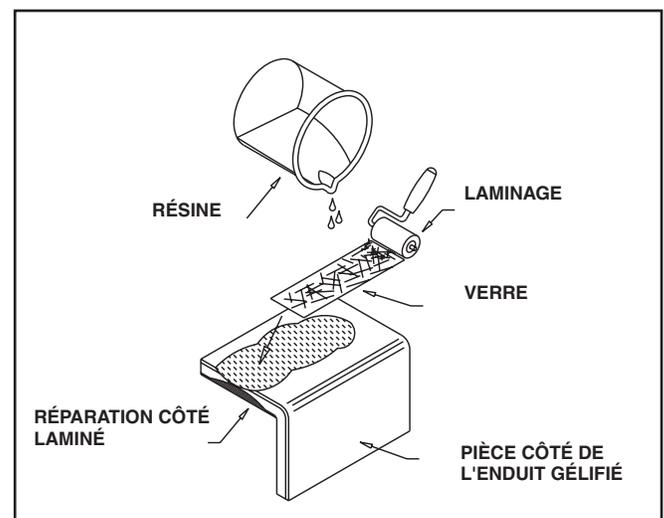

Figure 24 - Éviter le chevauchement sur l'enduit gélifié
7. Lorsque la réparation structurale au dos du laminé est terminée, il peut être nécessaire d'ajouter quelques pièces de laminage sur cette face, selon l'état de la surface du côté de l'enduit gélifié. Ces pièces additionnelles seront nécessaires si la *dépression* à boucher est assez large et si elle a plus de 1,5 mm (0,06 po) de profondeur. Procéder alors par laminage, tel qu'il est décrit à l'étape 5. Éviter autant que possible de faire chevaucher les tissus sur l'enduit gélifié non affecté. Voir Figure 24.